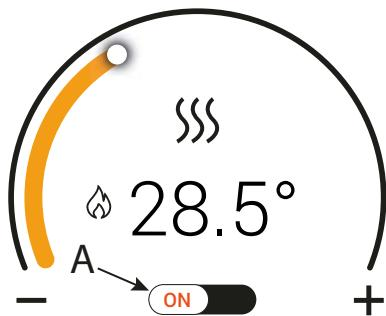
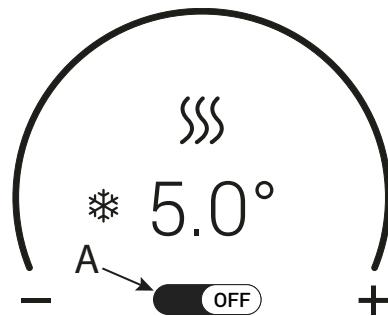

рис. 4- Функция отопления активна
рис. 5- Функция отопления не активна
Используя переключатель "A" (рис. 4 и рис. 5), можно подключить (ON) или отключить (OFF) режим отопления.